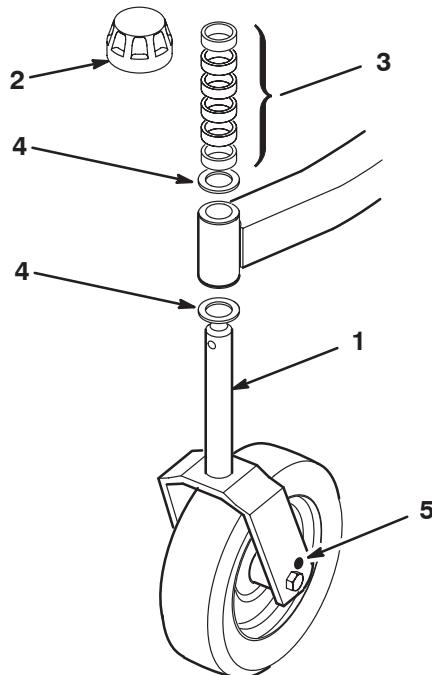

Bild 10
2. Bohren Sie in jede Seite der Laufradgabeln im Loch mit einem Durchmesser von 11 mm (Bild 10 und 11), bis zu einem Durchmesser von 12,7 mm oder 13,1 mm erzielt wird.
- Entfernen Sie die Spannkappe von der Spindelwelle und schieben Sie die Spindel aus dem vorderen Laufradarm heraus. Nehmen Sie die Scheibe von der Spindelwelle. Schieben Sie die Distanzstücke auf die Spindelwelle, um die gewünschte Schnitthöhe zu erhalten. Schieben Sie dann die Scheibe auf die Welle (Bild 10).
- Drücken Sie die Laufradspindel durch den vorderen Laufradarm. Setzen Sie die andere Druckscheibe und die restlichen Distanzstücke auf die Spindel und befestigen Sie die Teile mit der Spannkappe (Bild 10).